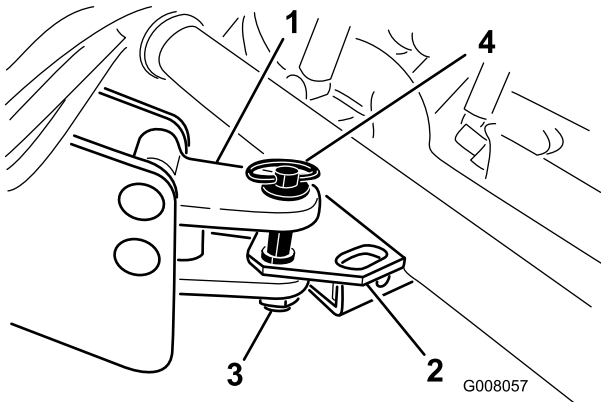

図 18
2. プロセッサのヒッチトングの高さをワーカーマンの牽引ヒッチと同じ高さに調整する 図 18。
3. ヒッチピンとリンチピンを使って、プロセッサのヒッチをワーカーマンのヒッチに接続する 図 18。